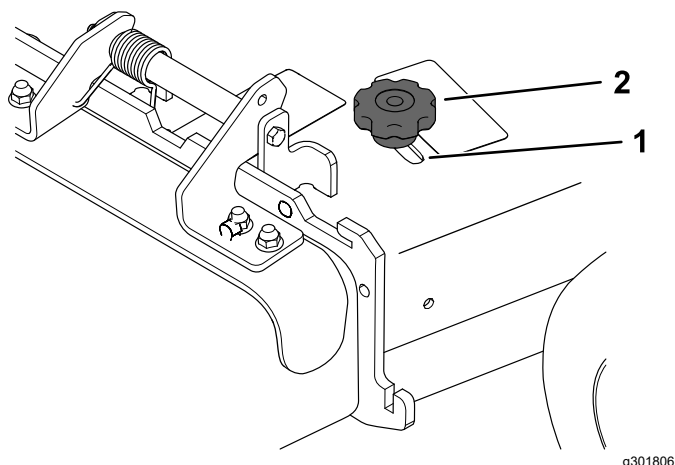

Figure 21
- Pour régler le déflecteur, desserrez le bouton (Figure 21).